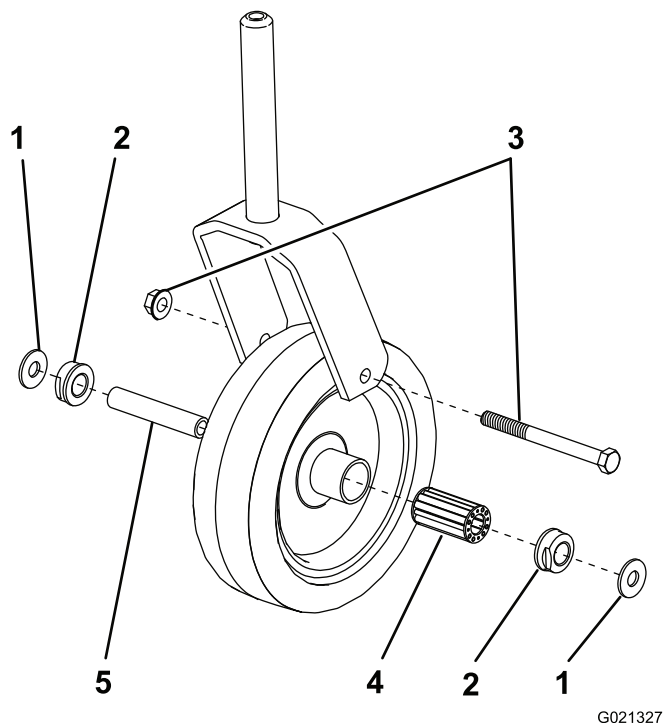

図 26
2. ホイールのハブからスパンナブッシュを取り出す【図 26】。
1. キャスタホイールをキャストフォークに保持しているキャップスクリュとワッシャ2枚を外す【図 26】。
3. ホイールのハブからブッシュを外すとベアリングが落ちてくる【図 26】。ホイールハブの反対側からもブッシュを外す。